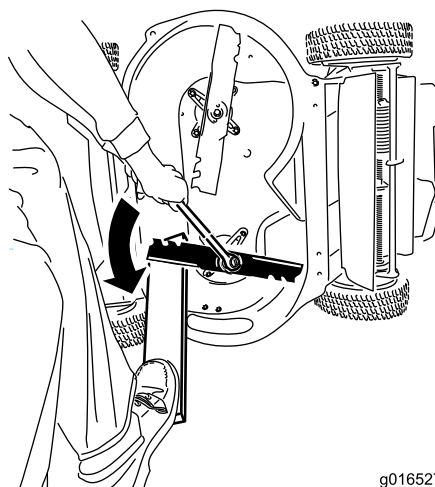

Рисунок 44
1. Используйте деревянную подкладку для неподвижного удерживания каждого ножа и поверните болт крепления ножа против часовой стрелки, как показано на Рисунок 44.